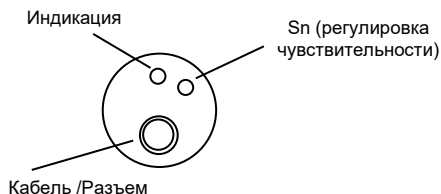

Рисунок 1
3.1 Выключатель состоит из металлического корпуса, в котором размещена печатная плата с электронными компонентами. На крышку корпуса выведен кабель или разъем подключения, индикатор и регулировка чувствительности (Рис. 1). Для обеспечения механической прочности внутренняя полость корпуса залита компаундом.
3.5 Выключатели имеют регулировку чувствительности (см. Рис. 1), которая осуществляется многооборотным резистором. Заводская установка чувствительности соответствует номинальному расстоянию срабатывания при использовании стандартного объекта воздействия (заземленного металлического квадрата 60x60 мм).